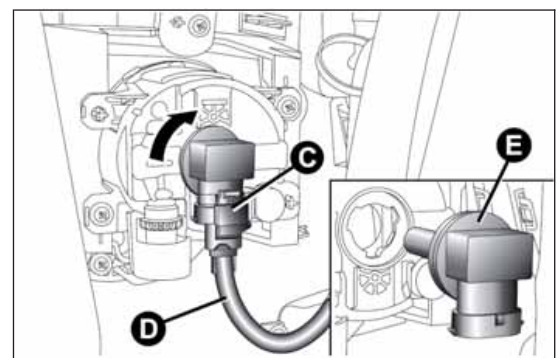

Abb. 181
- Auf die Klammer C Abb. 181 drücken und den elektrischen Steckverbinder D abklemmen;